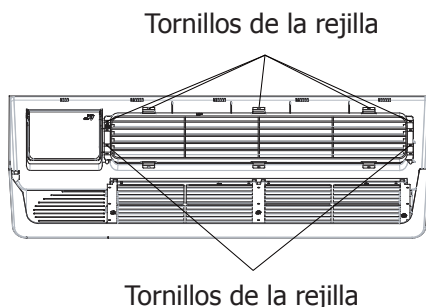

Fig. 14 – Parte trasera del panel frontal
2. Saque los tornillos de la rejilla que sostienen a la inserción de la rejilla en su lugar (desde el lado posterior del panel frontal). Ver Fig. 14.